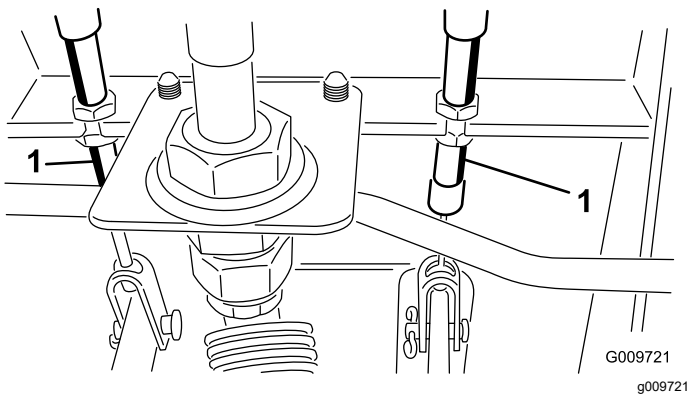

Figura 87
- A. Slăbiți piulița din față pe capătul filetat al cablului de frână (Figura 87).